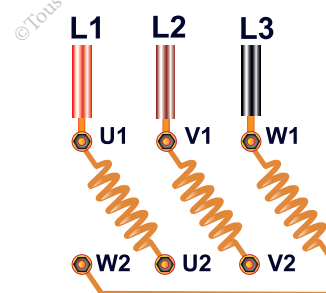

Figure 5
2. Compléter alors la figure 5 par **les liaisons nécessaires** afin de coupler les enroulements statoriques du moteur considéré.